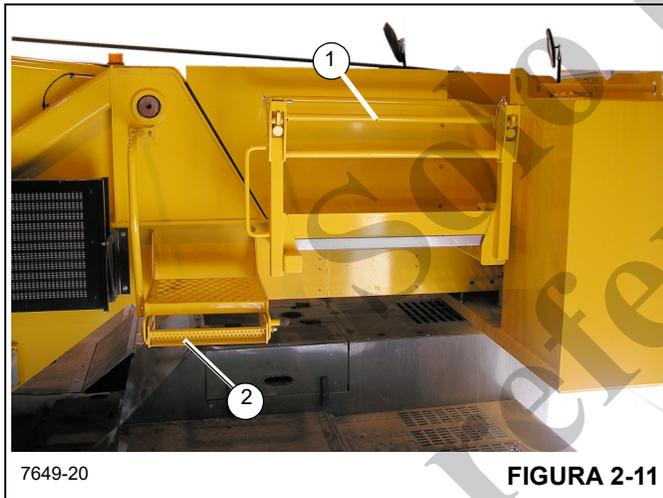

FIGURA 2-11
Asegúrese que el pasamanos de la plataforma de acceso al malacate (1) (Figura 2-11) y el peldaño (2) (máquinas con contrapeso fijo solamente) estén en la configuración de propulsión. Retire los pasadores del pasamanos y gírelo hacia abajo para la posición de propulsión; vuelva a instalar los pasadores. Extraiga el pasador de bloqueo del peldaño, deslice el peldaño a la posición de propulsión y libere el pasador de bloqueo.